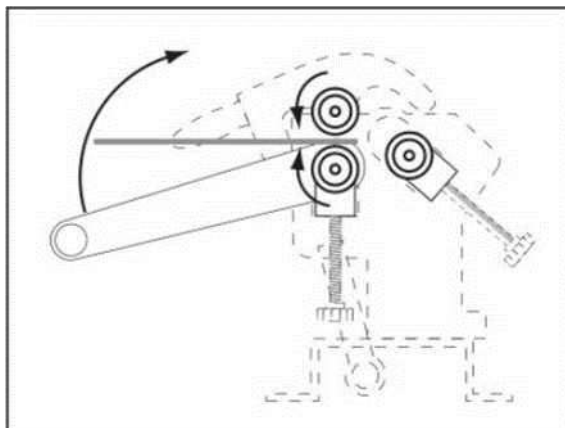

Рис. 12
- С помощью помощника введите заготовку в ролики, поворачивая рукоятку (Рис. 12)